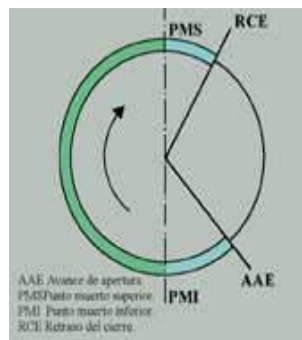

Fig. 6
**Válvula de escape (fig. 6)**